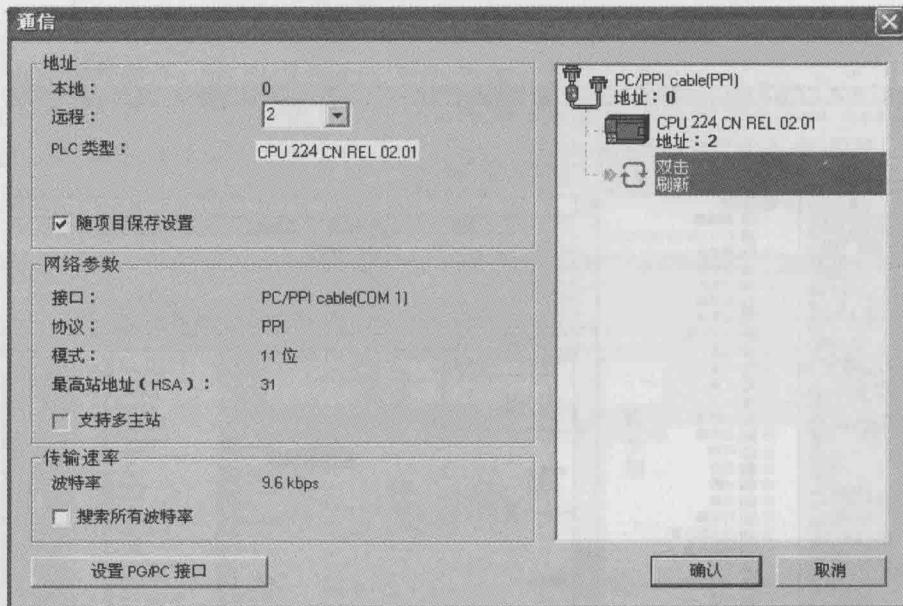

图 1-9 PC/PPI 电缆成功连接计算机与 PLC
5) 单击左侧“通信”图标→“双击刷新”图标，出现如图 1-9 所示连接界面。默认编程计算机通信地址为 0，PLC 通信地址为 2，自动识别 PLC 类型为 CPU 224，接口为 PC/PPI cable (COM1)。